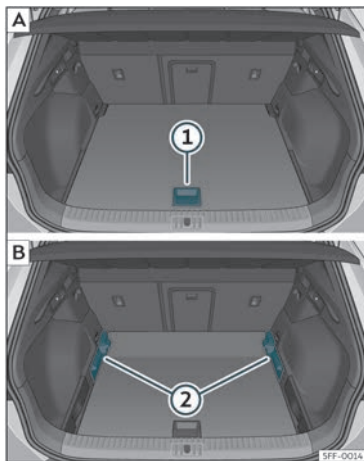

Fig. 109 Piano variabile del bagagliaio: **A**) posizione elevata; **B**) posizione bassa.
• Per passare dalla posizione bassa a quella elevata, sollevare il piano mediante la maniglia»» **fig. 109 ①**, e tirarlo all'indietro finché la parte anteriore del piano non sarà completamente fuoriuscita rispetto ai supporti »» **fig. 109 ②**.
• Far scorrere il piano in avanti attraverso i supporti fino a farlo entrare in contatto con lo schienale dei sedili posteriori, e, successivamente, abbassare il piano con la maniglia **①**.
• Per passare dalla posizione elevata a quella bassa, sollevare il piano mediante la maniglia »» **fig. 109 ①**, e tirarlo all'indietro finché la parte anteriore del piano non sarà completamente fuoriuscita rispetto ai supporti »» **fig. 109 ②**.
• Far combaciare la parte anteriore con il piano e spingere il piano in avanti fino a farlo entrare in contatto con lo schienale dei sedili posteriori, abbassando allo stesso tempo il piano con la maniglia **①**.
• Con il piano variabile in posizione elevata, sollevarlo con la maniglia»» **fig. 109 ①**, tirarlo e spingere verso lo schienale dei sedili posteriori finché il piano non si piega sulla linea della cerniera e la parte mobile del piano non si appoggia sullo stesso.